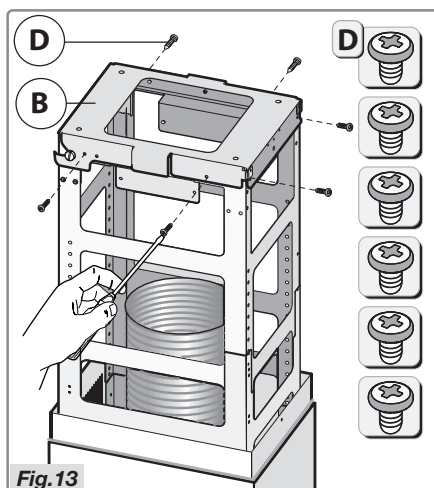

Fig.13
- **Attention!** Fixer la hotte immédiatement à la bride de soutien B avec les 6 vis D (Fig.13).